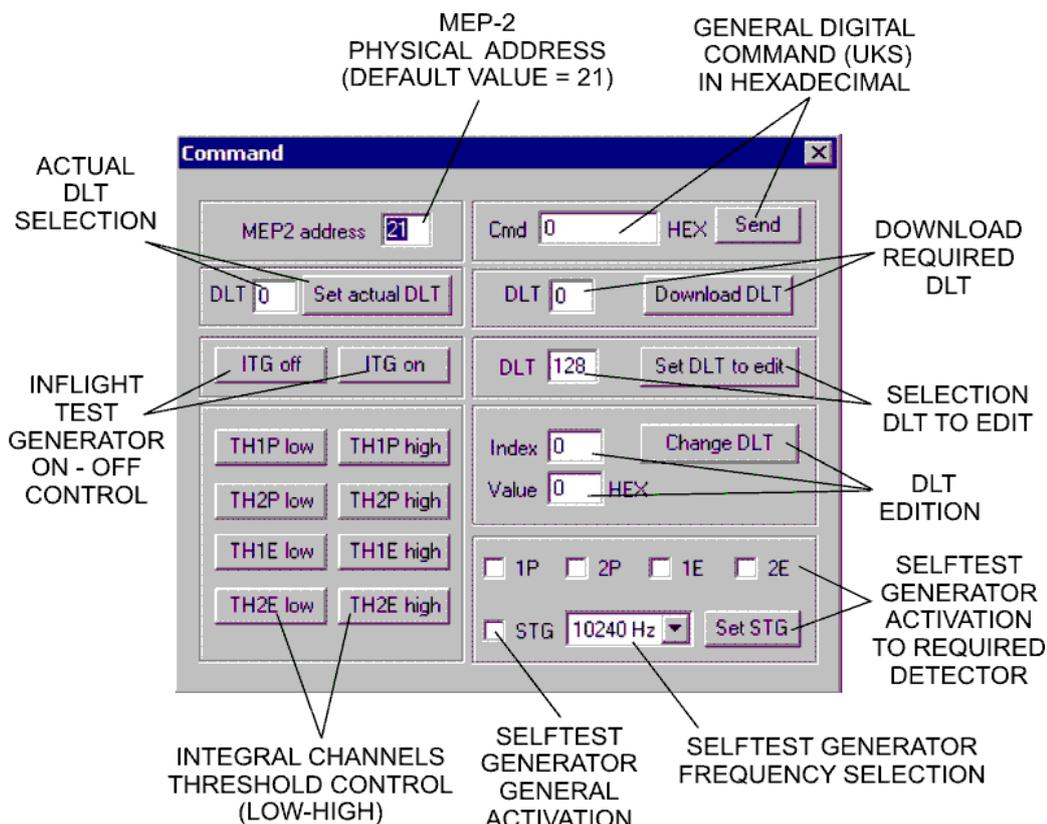

Рис. 4. Командная панель
- Щелкнуть на *BK CMD* графического дисплея для проверки прохождения на прибор цифровых команд (УКС). Появится командная панель (Рис. 4)